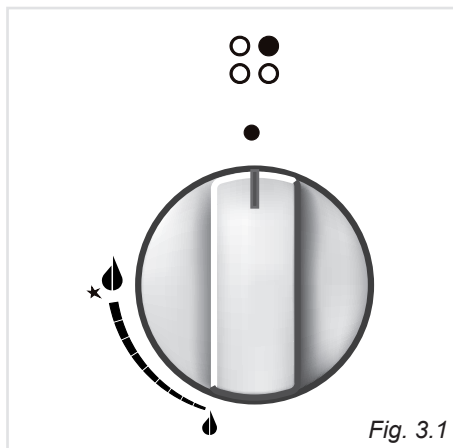

Fig. 3.1
L'afflusso del gas ai bruciatori è regolato da un rubinetto valvolato comandato dalla manopola di fig. 3.1.
- ✓ L'accensione elettrica è incorporata nelle manopole dei bruciatori e si identifica per il simbolo ★ vicino al simbolo ● (fig. 3.1).